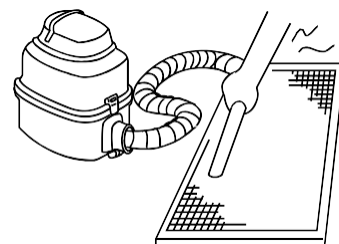

Abb. 6-3
- Bei Verwendung eines Staubsaugers sollte die Lufteinlassseite nach oben zeigen. (siehe Abb. 6-3)